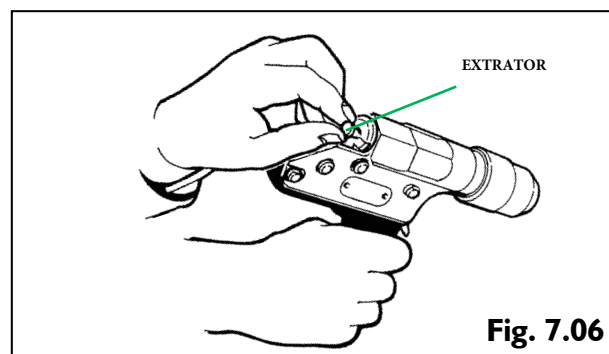

Fig. 7.06
- ▶ Remova o cartucho (Fig. 7.06)